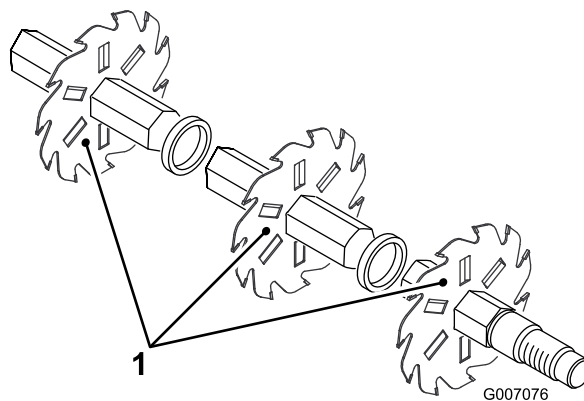

図 15
4. 次のブレードを左に 1/6 回転ずらして、つまり、合い印が面一枚分左にずれるようにして、取り付ける (図 15)。以上の手順を繰り返しながら、ブレードとスペーサを交互に、最後まで取り付けてゆく。正しく組みあがれば、リール全体がきれいにねじれた形状の円柱となる。